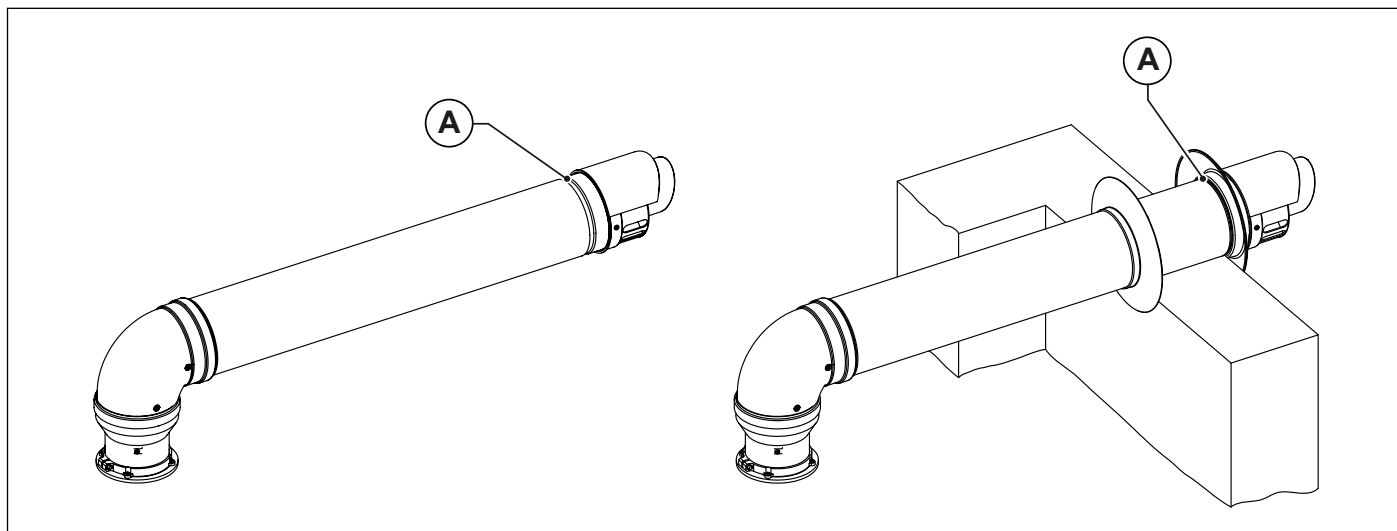

Fig. 9 Installazione terminali a parete
I terminali di aspirazione aria e scarico fumi, sdoppiati e coassiali, nella parte finale sono dotati di una gola (A) per il fissaggio del rosone esterno (vedi Fig. 9 Installazione terminali a parete).